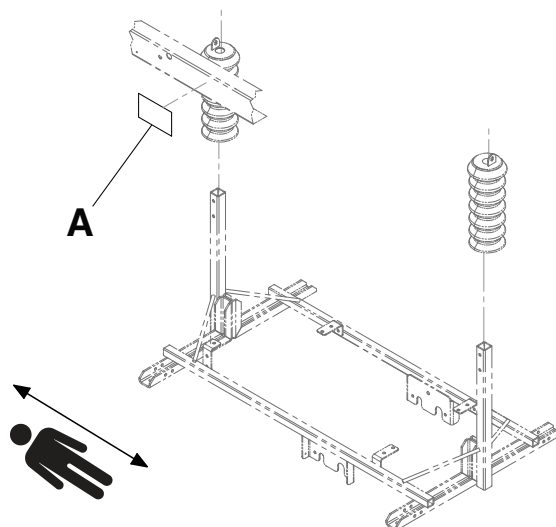

Figure 2 – Emplacement du numéro de série
Le numéro de série (A) se trouve du côté pieds droit du châssis du plan de couchage (Figure 2).